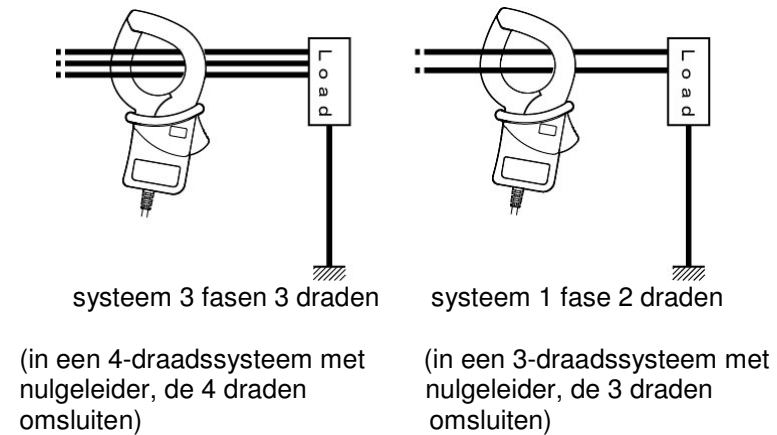

Fig.1 Meten van ongebalanceerde lekstroom
- (1) Meten van ongebalanceerde lekstroom (fig. 1): omsluit alle geleiders, behalve de geaarde geleider.